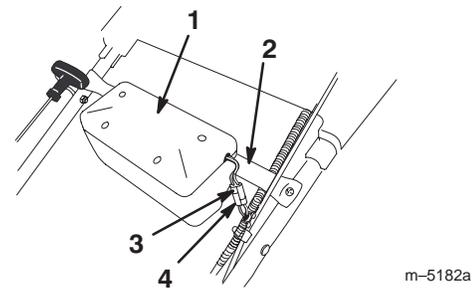

Figure 7
2. Alignez les ergots du boîtier de la batterie et les trous de la barre de la batterie. Abaissez les ergots dans les trous jusqu'à ce que le boîtier s'enclenche en position (Fig. 7).
3. Raccordez le câble de la batterie au câble du faisceau dans le tube ondulé (Fig. 7).